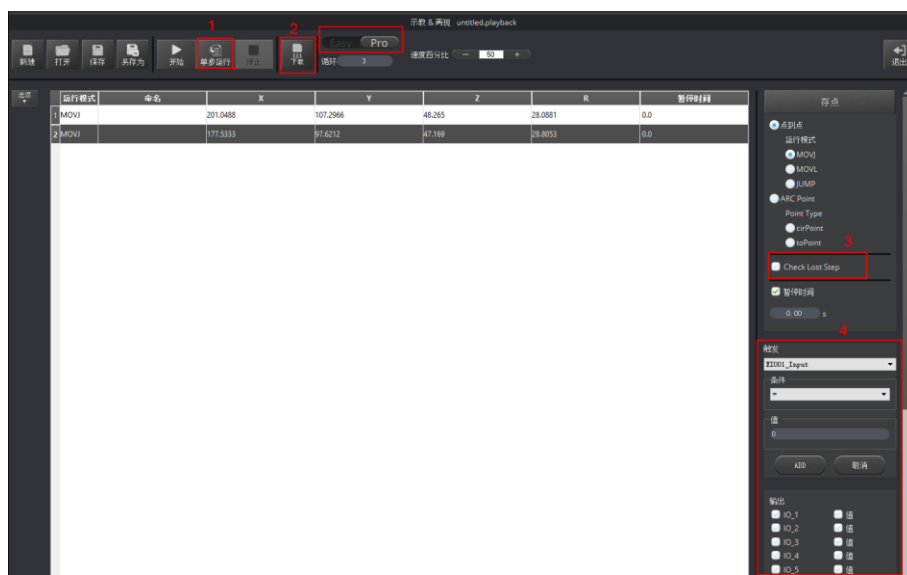

图 5.17 示教再现高级模式界面
- Pro模式：**通过单击“Easy/Pro”按钮从当前的示教再现Easy（普通）模式切换至Pro（高级）模式，如图 5.17所示。在高级模式下除了可以实现默认Easy模式下的功能，还可以执行单步运行、检查机械臂是否丢步、脱机运行和I/O复用功能。详细功能如表 5.8所示。